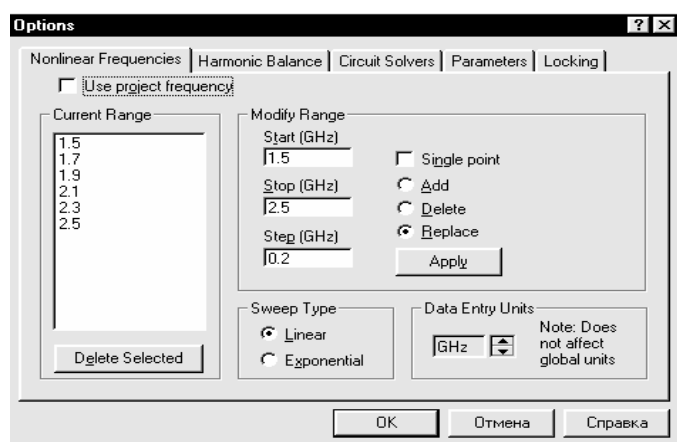

Рис. 3.12
6. Установите **GHz** в поле **Unit**, щёлкая левой кнопкой мышки по стрелке справа от этого поля, введите **1.5** в поле **Start**, введите **2.5** в поле **Stop**, введите **0.2** в поле **Step**, выберите радиокнопку **Replace** (Заменить) и нажмите **Apply** (Применить). Диапазон частот отображается в окне списка **Current Range** (см. рис. 3.12).